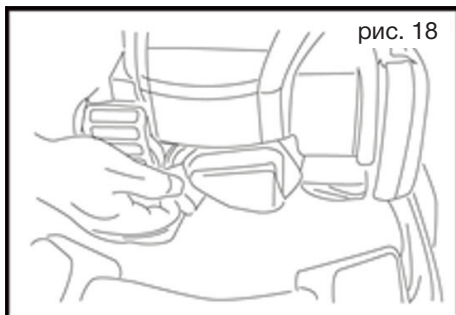

рис. 18
2. Снимите колпачок высоковольтного провода со свечи зажигания (см. рис. 18).